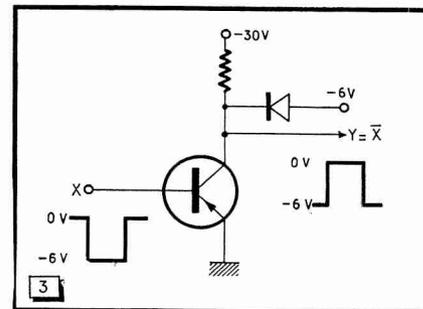

Fig. 3. — Le montage « émetteur à la masse » constitue un circuit de complément ou négation ; l'excursion de la tension de collecteur est limitée par une diode.
L'opération de complément, dont nous avons vu la nécessité plus haut pour la soustraction, s'effectue très simplement au moyen d'un transistor monté en « émetteur commun » (fig. 3). Pour un transistor *p-n-p*, le courant de collecteur est pratiquement nul si la base est à la masse ; le courant est au contraire maximal et le collecteur virtuellement à la masse si la base est portée à un potentiel suffisamment négatif. La diode polarisée à -6 V n'est pas absolument indispensable : elle maintient approximativement constante la tension de collecteur du transistor à l'état bloqué, quelle que soit la charge imposée par les éléments branchés en aval, jusqu'à une certaine limite supérieure. En résumé, la tension de sortie Y est de -6 V quand la tension d'entrée X est de 0 V, et réciproquement. Nous écrirons symboliquement : $Y = \bar{X}$, que nous lirons « X barre ». Quelle que soit la convention adoptée pour les niveaux de référence, $\bar{\bar{X}} = X$ quand $X = 0$, et réciproquement.
L'opération de complément effectuée par le montage de la figure 3 s'accompagne d'une amplification de puissance. Si l'on veut « régénérer » de cette manière un signal X à faible niveau énergétique, il suffit de brancher un second transistor en cascade avec le premier, par liaison directe (fig. 4 a) (2) ; on peut voir en b la représentation symbolique de cette double complémentation.